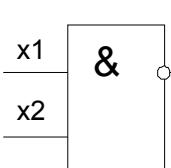

Рис. 161
- 5.** Элемент Шеффера. Этот элемент, реализующий функцию отрицания конъюнкции, называется И-НЕ (смотрите рис. 161, 162). $y = \overline{x_1 \wedge x_2}$.